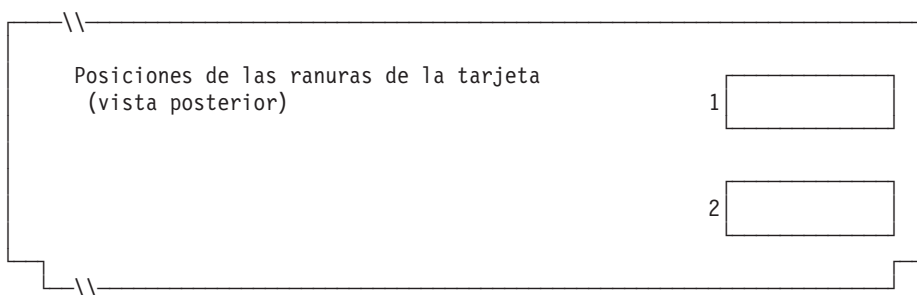

Figura 88. Parte posterior del Terminal de Punto de Venta IBM 4694-0x4/1x4
4. En la Figura 88 marque con una X cada ranura de tarjeta que tenga instalado un Adaptador Asíncrono Dual **para que lo utilicen las aplicaciones de terminal**. No ponga ninguna X si la tarjeta va a ser utilizada por aplicaciones distintas a las de terminal.